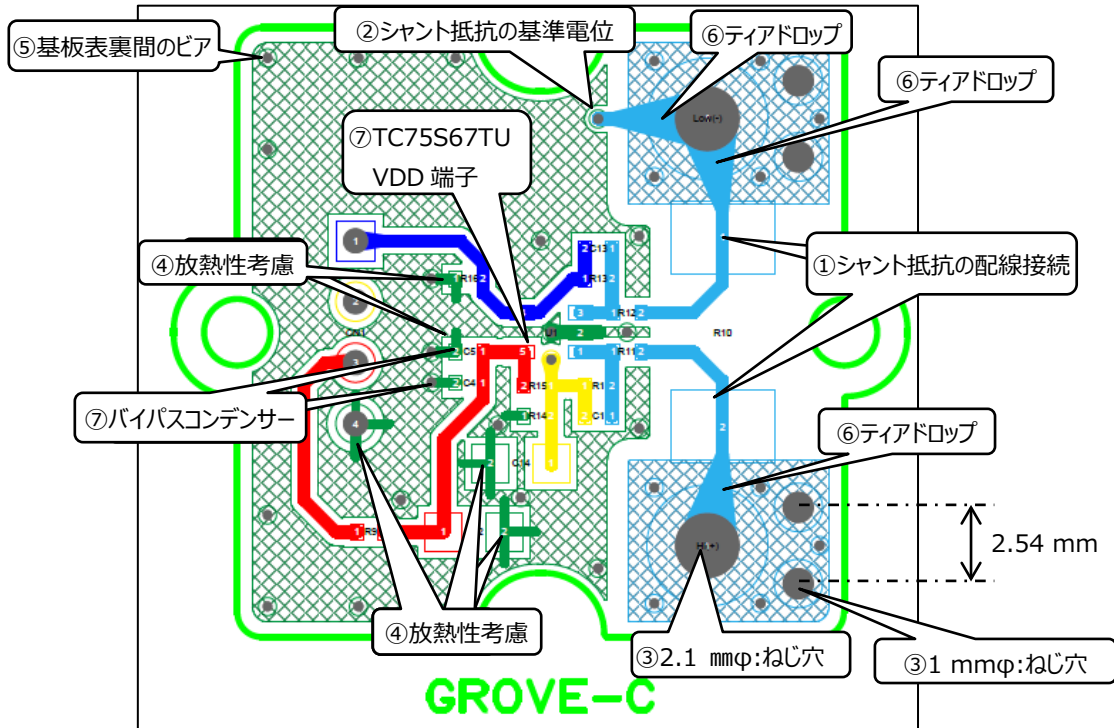
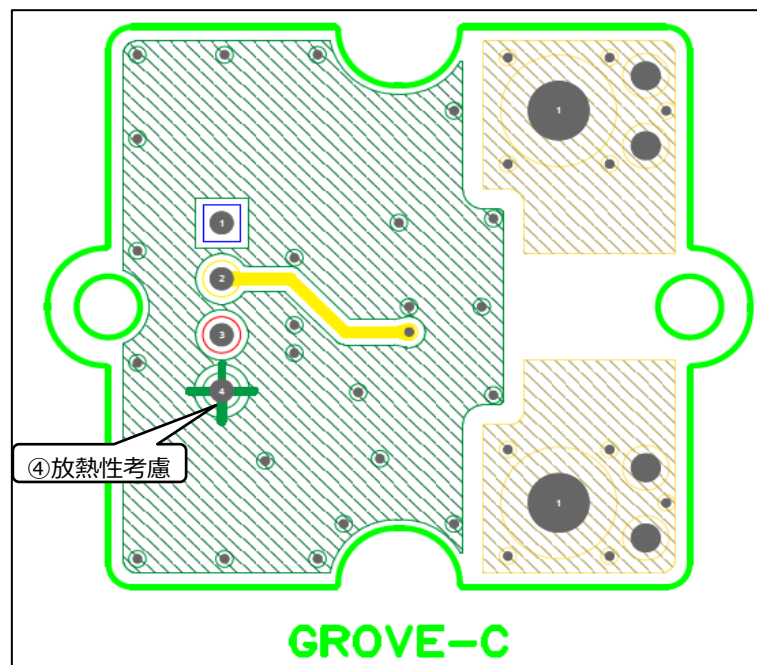

図 3.1 基板表面パターン
図 3.2 基板裏面パターン
本基板は表裏の両面 2 層基板を用いています。図 3.1 に表面、図 3.2 に裏面のパターン例を示します。図上吹き出しで示す各項目については 3.2 項で詳述します。
- ① シャント抵抗の配線接続 (図 3.1 参照)
- ② シャント抵抗の基準電位 (図 3.1 参照)
電流センサー回路の GND とシャント抵抗の基準側は同電位に一致させるようにしてください。パターン例では、シャント抵抗の Low 側をセンサー回路の GND と同電位にレイアウトしています (図 3.1 の基準電位部分)。
- ③ ねじ穴の設置 (図 3.1 参照)
- ④ サーマル処理 (図 3.1、図 3.2 参照)
- ⑤ インピーダンス低減 (図 3.1 参照)
- ⑥ ティアドロップ形状 (図 3.1 参照)
- ⑦ バイパスコンデンサーの位置 (図 3.1 参照)